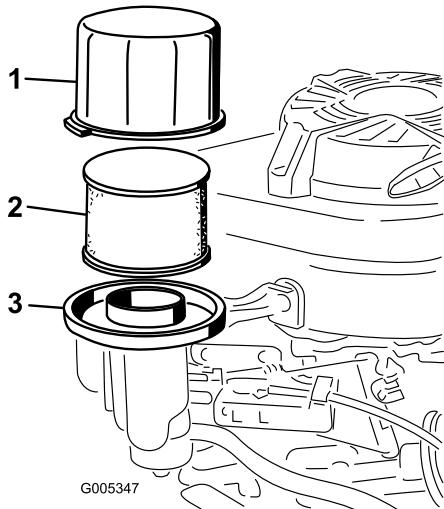

Figure 21
3. Déposez le couvercle et nettoyez-le soigneusement (Figure 21).
4. Enlevez et examiner l'élément filtrant en papier (Figure 21) et mettez-le au rebut s'il est excessivement encrassé.
5. Retirez le préfiltre en mousse et lavez-le à l'eau additionnée de détergent doux. Séchez-le ensuite en le pressant légèrement dans un chiffon (Figure 21).